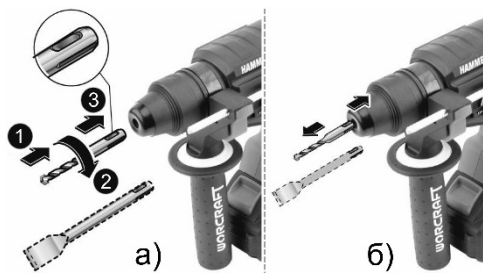

Рисунок 4
3.4 Для встановлення змінного інструмента у виріб в першу чергу необхідно почистити, а потім нанести головку хвостовика змінного інструмента невеликою кількістю (0,5-1 г) мастила «Літол-24». Потім вставити хвостовик змінного інструмента в патрон SDS-Plus, повертаючи змінний інструмент по осі та штовхаючи його вглиб патрона до тих пір, поки не буде забезпечено надійне з'єднання (дивіться рисунок 4а). При цьому робочий інструмент повинен зафіксуватись від випадіння, маючи невеликий осьовий люфт.
3.5 Після встановлення змінного інструмента завжди перевіряйте надійність його кріплення – спробуйте витягти його без відведення кільця патрона. Щоб витягти змінний інструмент з патрона, необхідно відвести кільце патрона у бік передньої рукоятки (дивіться рисунок 4б).